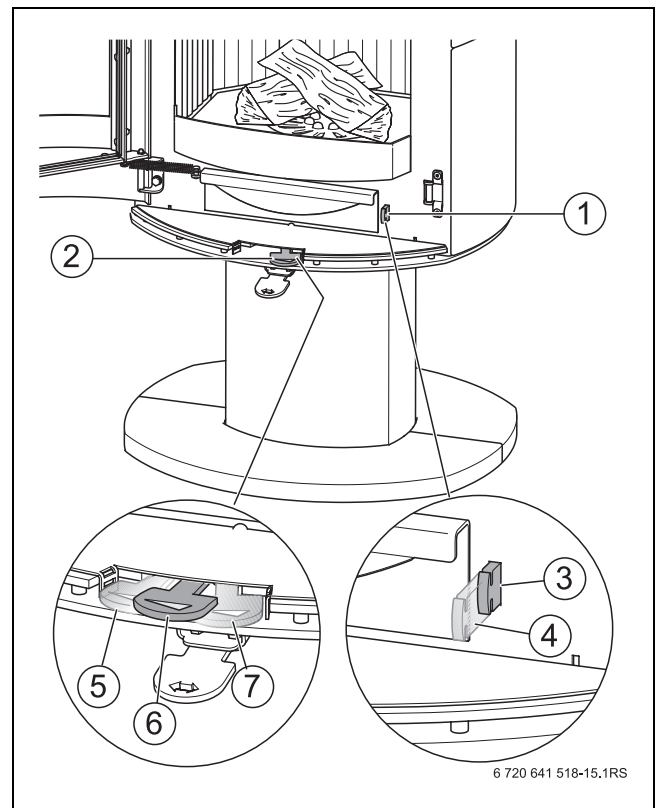

Fig. 4 Verrous de l'air de combustion et de la grille de secousse
Le verrou de l'air de combustion (→ fig. 4, [2], page 9) sert à régler l'air primaire et secondaire.
Le verrou de la grille (→ fig. 4, [1], page 9) peut être utilisé pour régler l'arrivée d'air primaire (air de combustion). Si le verrou est sorti, les ouvertures de la grille s'ouvrent au maximum. Nous recommandons cette position pendant la mise à feu.
Le verrou de la grille reste rentré (→ fig. 4, [3], page 9).
- Si le combustible est consommé jusqu'aux braises et qu'aucune flamme n'est plus visible, fermer le verrou d'air de combustion (→ fig. 4, [5], page 9). Les braises se consomment lentement avec un minimum d'air.